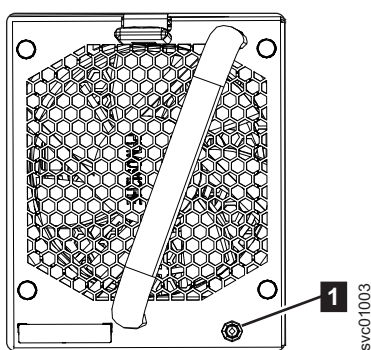

图 123. 风扇模块指示灯
**要点：**由于此任务会对存储系统造成破坏，因此请始终先尝试更换风扇。请参阅第 124 页的『卸下风扇模块：2145-92F』和第 101 页的『安装或更换风扇模块：2145-92F』，以获取有关卸下和更换过程的信息。确保正确安装两个风扇。仅在每个风扇上的淡黄色故障指示灯（图 123 中的 **1**）均保持点亮时执行以下过程。